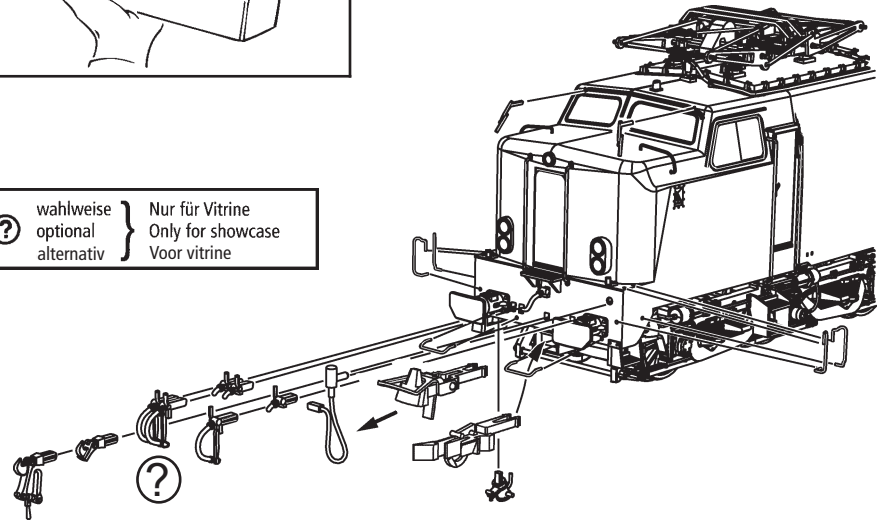

Fig. 3
3. Haftreifenwechsel: Zuerst den Getriebedeckel abnehmen (Fig. 3). Danach den **Radsatz** herausnehmen und die **Haftreifen** mit einer Nadel od. mit einem feinen Schraubendreher abziehen (Fig. 8). Beim Aufziehen der neuen Haftreifen darauf achten, dass diese sich nicht verdrehen.
3. Change of traction tyre: Remove the gear cover (fig. 3). Take out **wheel set** and remove **traction tyre** using a pin or a fine screwdriver (fig. 8). When pressing on the new traction tyre please **avoid twisting it**.